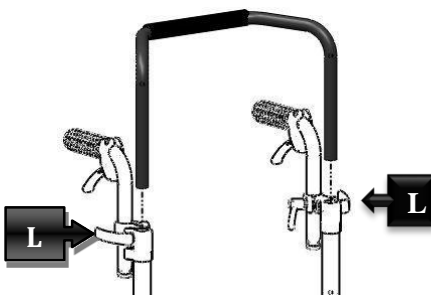

Abbildung 39
Um den Bogen zu ersetzen, die beiden in Abbildung 39 angezeigten Hebel (L) leicht lösen, den alten Bogen anheben und den neuen einführen und sicherstellen, dass der Hebel (L) festgezogen ist.